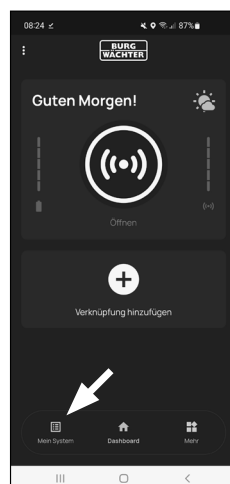

Fig. 4
- 7 L'écran principal de l'application *BURGS*mart apparaît. Ouvrez le menu « Mon système » en bas à gauche (Fig. 4).